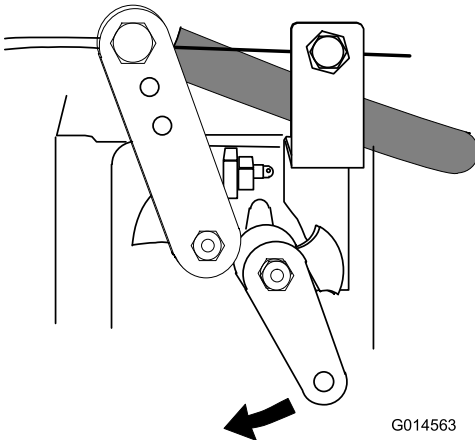

Figure 28
- Tournez la clé de contact à la position ARRÊT (0).
Si le moteur ne s'arrête pas lorsque la clé de contact est en position ARRÊT (0), actionnez le levier d'arrêt du moteur vers l'avant (Figure 28).